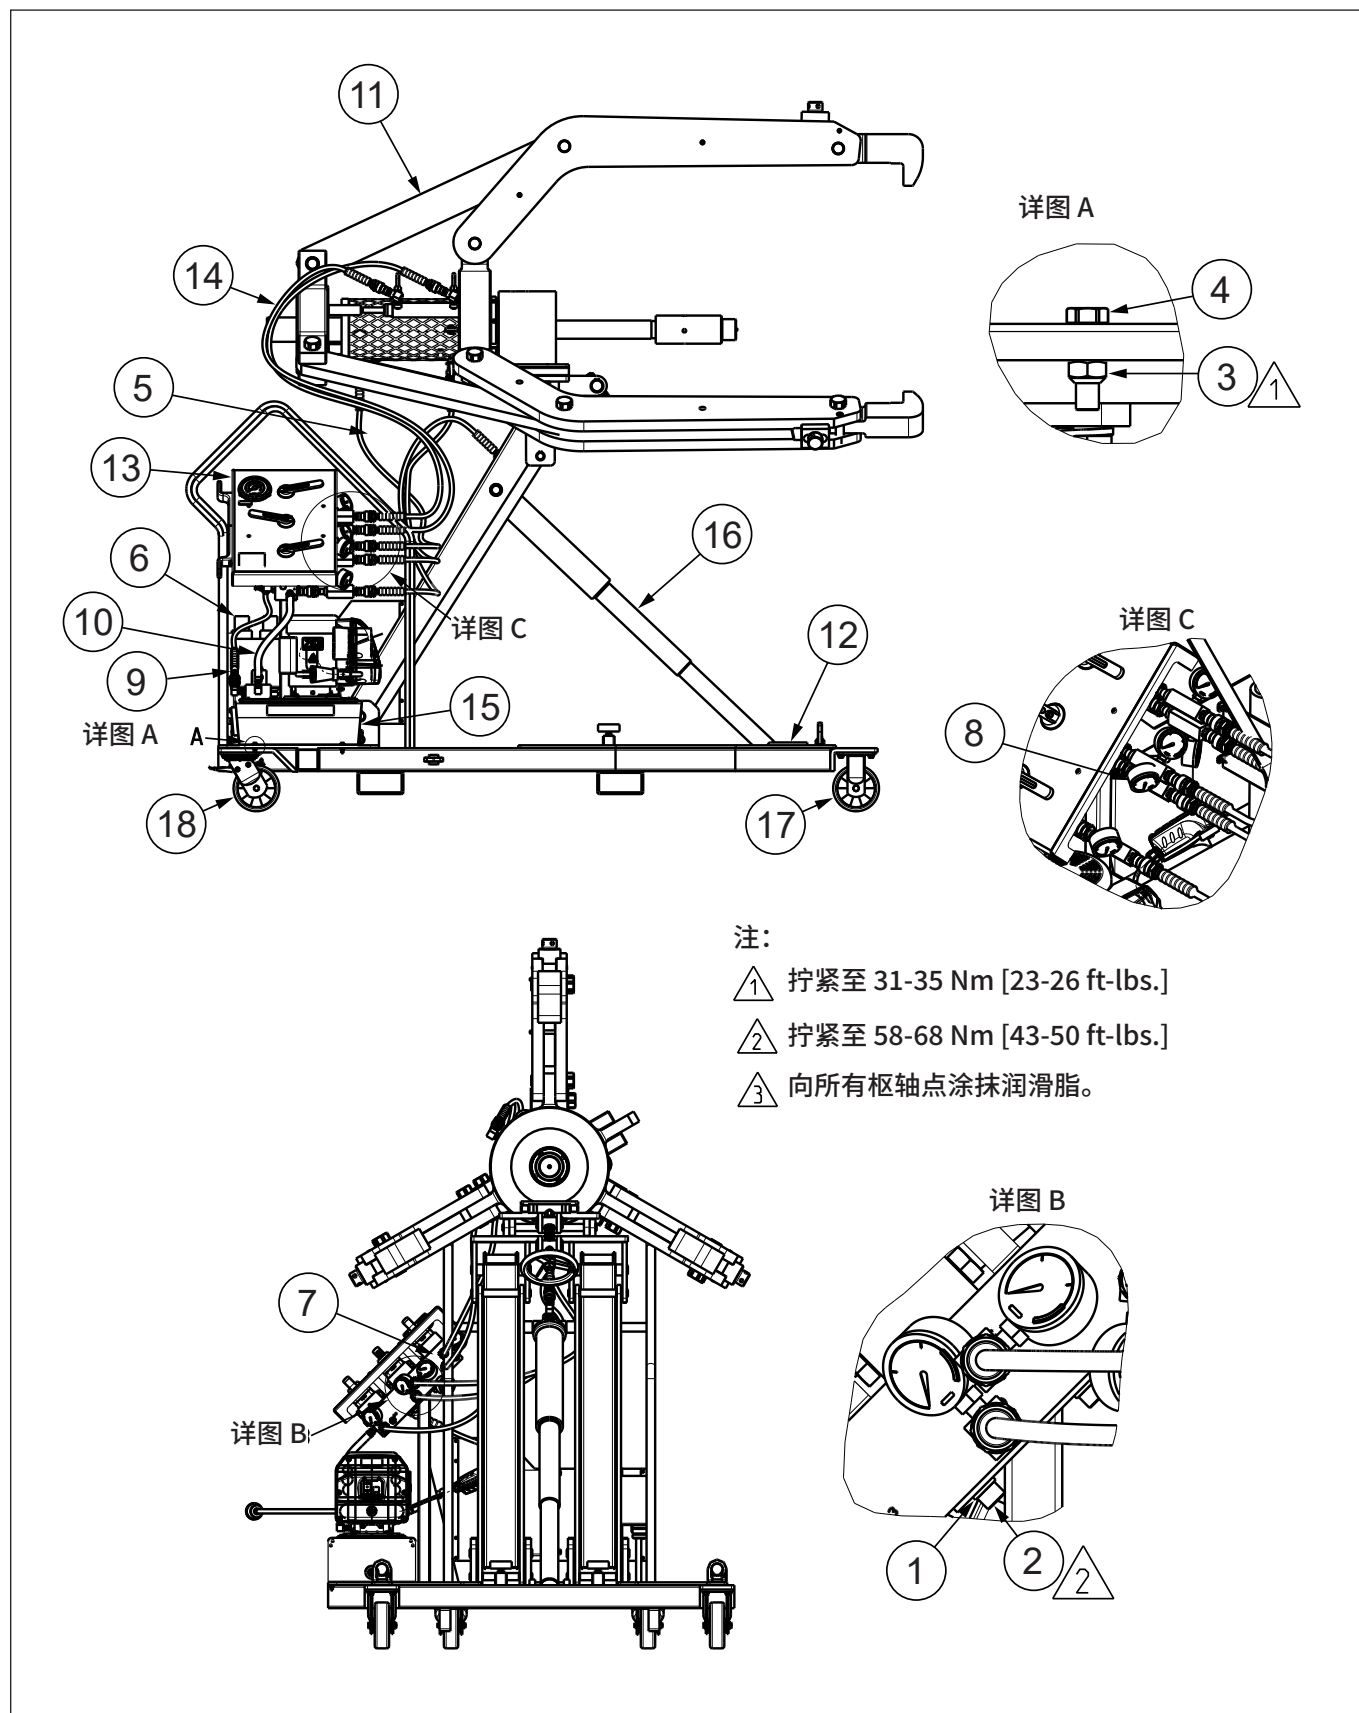

图 19: 拔轮器总成
每次操作之前,均需确保所有液压拉出器螺栓(参阅图 19,第 4 项)以正确拧紧至金属对金属。
9.1.1 零件表(图 19)